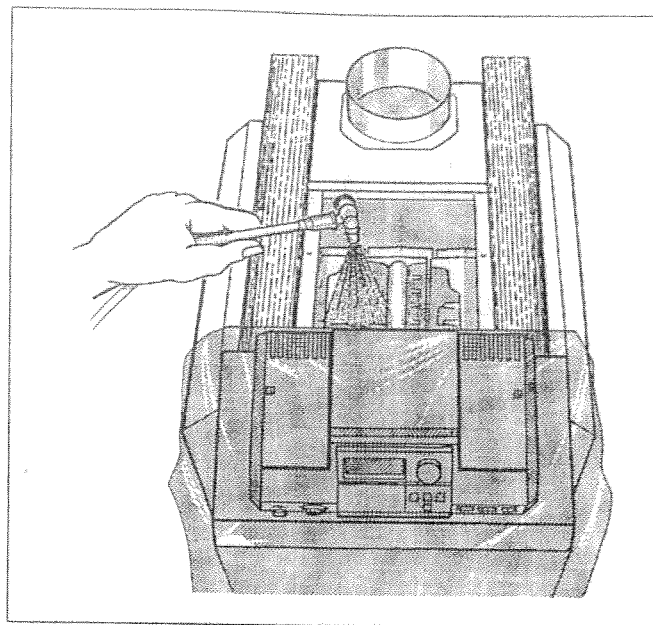

Fig. 45: Pulizia con detergente a spruzzo
- Spruzzare uniformemente il detergente dall'alto nei tiraggi (Fig. 45).